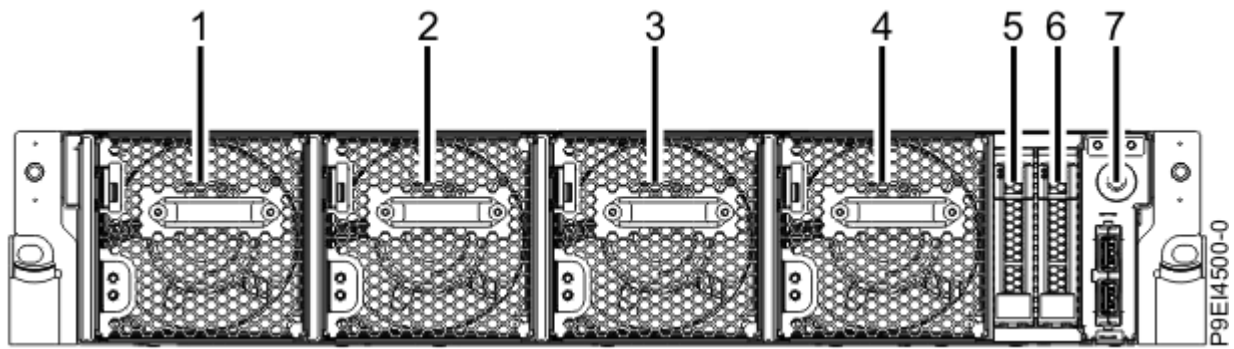

Figura 4. Ubicaciones de la unidad; posiciones 5 y 6
1. Determine la ranura en la que desea instalar una unidad de disco. Las ranuras de la unidad de disco se hallan en la parte frontal del sistema en las posiciones 5 y 6, tal como se muestra en la Figura 4 en la página 8.